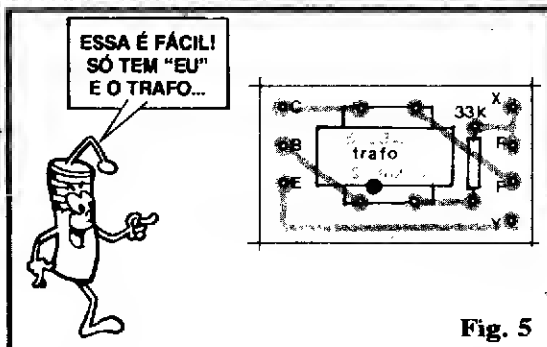

Fig. 5
- **FIG. 5** - "Chapeado" da montagem, ou seja: a visão da **mesma** placa mostrada na figura anterior, porém pelo **outro** lado (não cobreado) com os componentes já posicionados. Notar que apenas